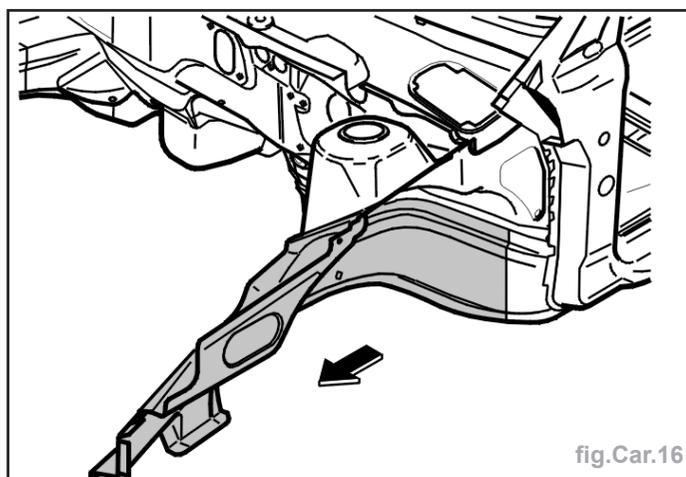

fig.Car.16
- Percer ou poncer les points de soudure et faire lever sur la pièce (fig.Car.16).